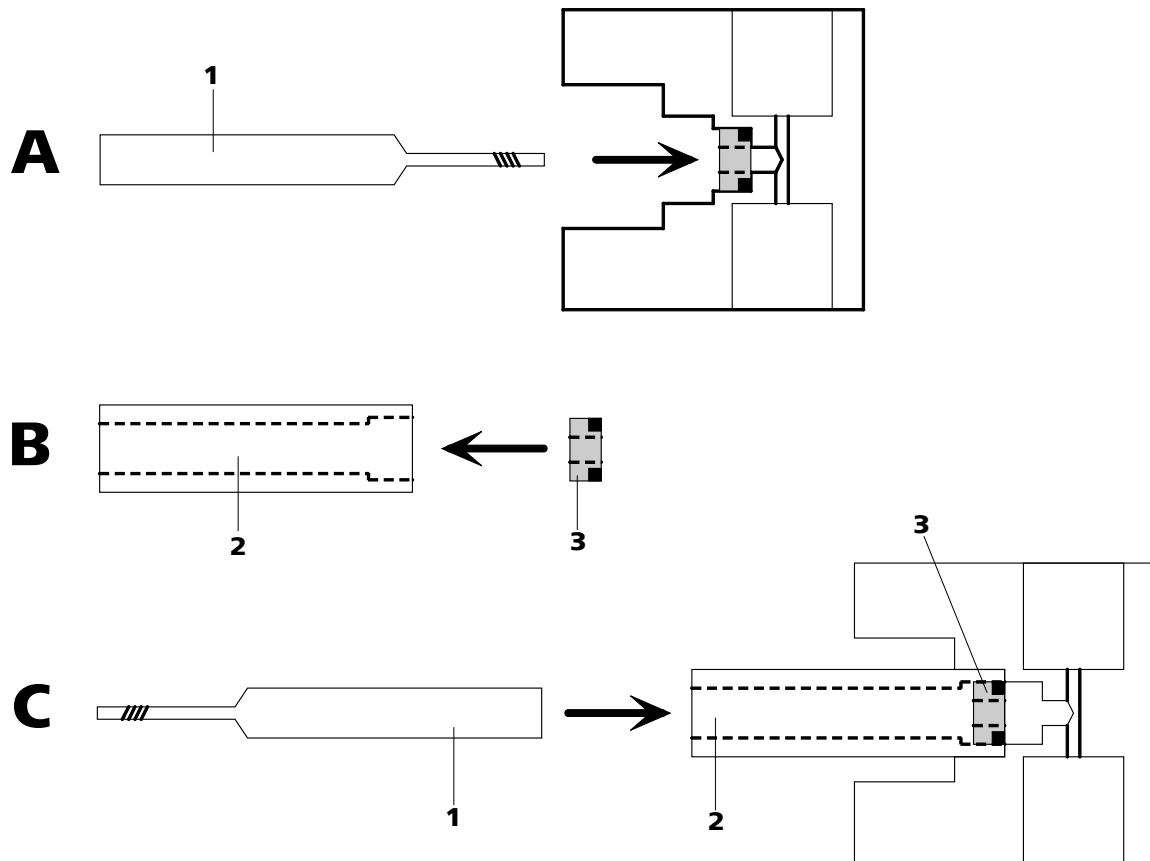

Figura 34 Trocar o selo da bomba
- Parafusar a ferramenta especial (34-1) com o lado mais estreito do selo da bomba e retirá-lo após este procedimento (*ver a figura 34, passo A*).
- Inserir o novo selo manualmente na cavidade da (34-2) ferramenta especial (*ver a figura 34, passo B*). A mola do selo deve encontrar-se na parte exterior.
- Inserir a ferramenta especial (34-2) junto com o selo da bomba na cabeça da bomba (15-4) e pressionar o selo com o auxílio da ferramenta especial (34-1) na cavidade da cabeça (*ver a figura 34, passo C*).